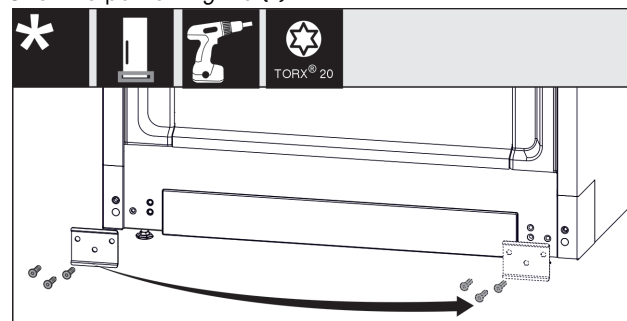

Fig. 21
- Odvijte ploščo Fig. 21 (1), jo prestavite na drugo stran in nato znova privijte.